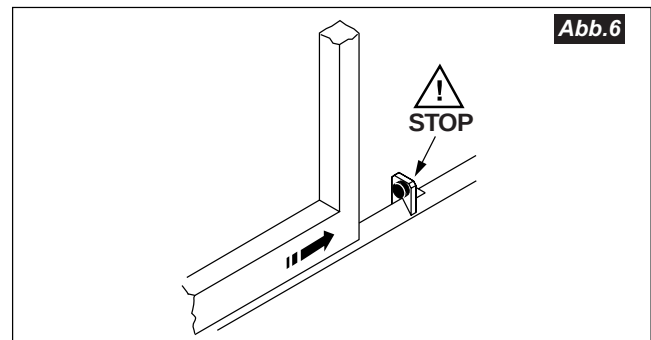

Abb.6
- mit einer FLÜGELSPERRE für den Öffnungsvorgang (**Abb.6**) ausgestattet sein, um den Austritt des Tors aus der Führung und das KIPPEN des Tors zu vermeiden.